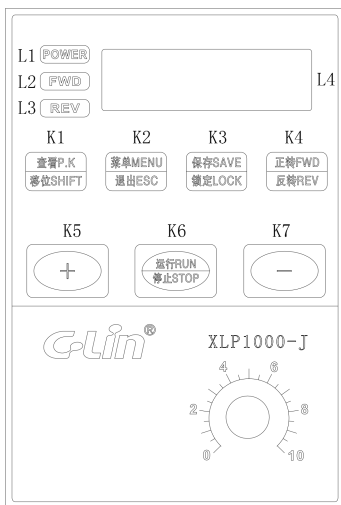

图 1: 界面示意图
2.1. 显示及指示灯 如图 1 所示
2.2. 面板按键和电位器 VR 如图 1 所示